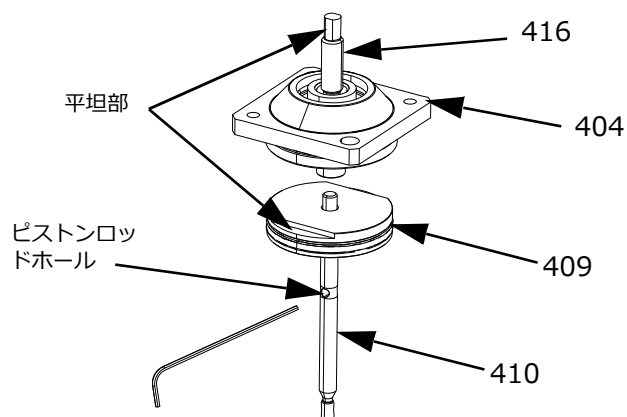

図 18
4. きれいな布を使用して、エアセクション (B) の内部の材料をすべて取り除いてください。スコアマークなどの損傷がないか点検してください。
5. スナップバックチップアセンブリのあるバルブの場合 (図 18):
- a. ピストンロッドアセンブリ (409 と 410) をロッドアダプタ (416) とエアエンドキャップ (404) から取り外します。ピストンロッド (410) をピストンロッド穴に通して六角レンチで保持し、ロッドアダプタ (416) のネジを外します。
- b. ピストン (409) の平らな部分にレンチを、ピストンロッド (410) の穴に六角レンチを通します。
- c. ピストン (409) のネジを緩めて、ピストンロッド (410) から取り外します。